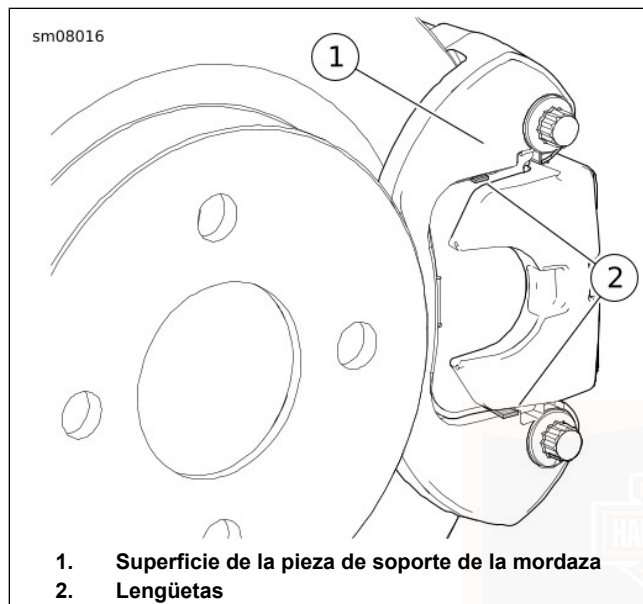

Figura 64. Inspección de las almohadillas del freno trasero
3. Las pastillas de los frenos traseros tienen lengüetas para indicar el desgaste de las pastillas del freno. El desgaste de las pastillas traseras se puede inspeccionar visualmente sin remover las ruedas traseras. Vea Figura 64. Compare los extremos de las lengüetas (2) con la superficie de la pieza de soporte de la mordaza fuera de borda (1). Si la lengüeta está a nivel o por debajo de la superficie, consulte un concesionario Harley-Davidson.